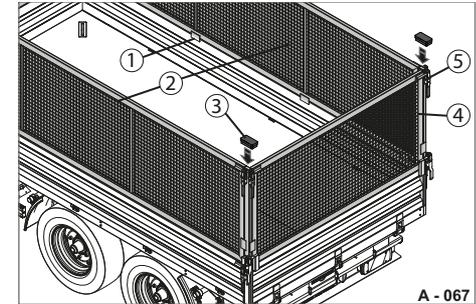

Abb. 47 Stahlgitterwände sichern
► Setzen Sie jeweils einen Stahlgitteraufsatz (Abb. 47/2 & Abb. 47/4) auf die Grund-Bordwand auf. Achten Sie darauf, dass die Anschläge (Abb. 47/1) nach innen zur Ladefläche zeigen.
- Schliessen Sie die Verschlüsse (Abb. 47/5) nacheinander.
- Stecken Sie die Abdeckkappen (Abb. 47/3) in die Eckrunge-Aufsätze.